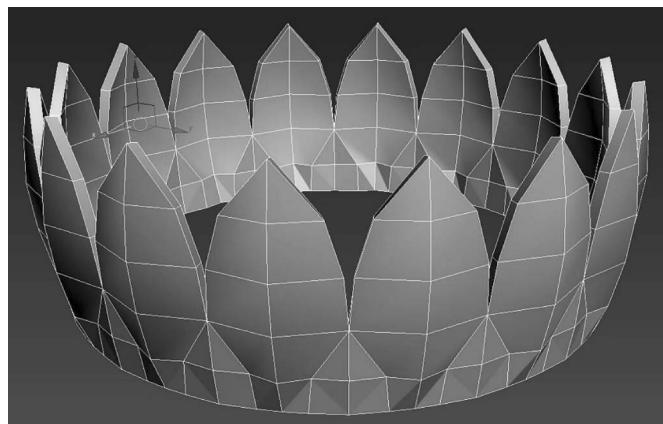

图4-44 增加片体厚度
5) 添加“壳”命令增加片体厚度，厚度值设为1.5mm，如图4-44所示。
1) 在“克隆选项”对话框中选中“复制”单选按钮(见图4-45)，复制图4-44所示实体，并添加“FFD 2×2×2”命令，将复制得到的实体旋转一定角度，错开“菠萝片”实体，结果如图4-46所示。